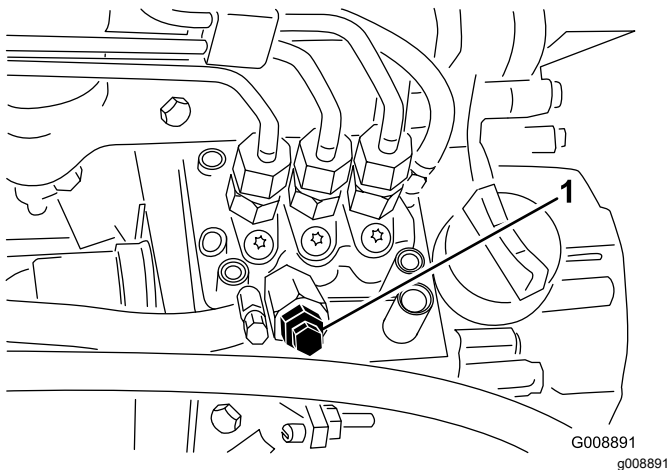

Figura 34
4. Abra el tornillo de purga de aire de la bomba de inyección de combustible (Figura 34).